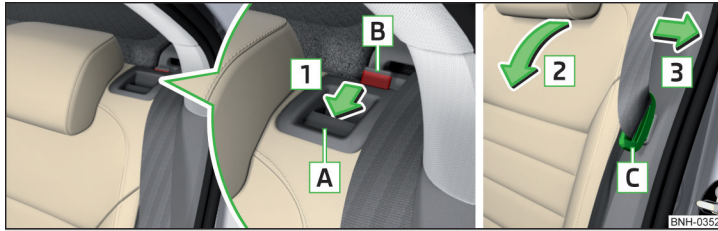

Abb. 65 Sitzlehne vorklappen / Bereitschaftsstellung des Sicherheitsgurts
- › Die Schlosszunge **C** des Sicherheitsgurts in die Öffnung in der Seitenverkleidung stecken - Bereitschaftsstellung » Abb. 65.
- › Den hinteren äußeren Sicherheitsgurt zur Seitenverkleidung in Pfeilrichtung **3** ziehen » Abb. 65.
- › Die Schlosszungen **C** der äußeren Sicherheitsgurte in die Öffnungen in der Seitenverkleidung stecken - Bereitschaftsstellung » Abb. 65.